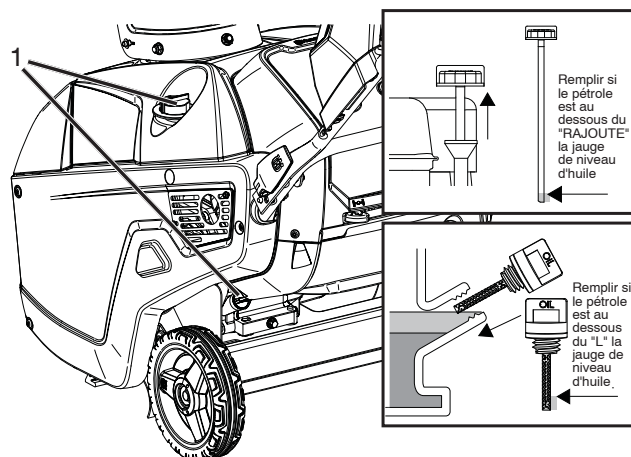

Figure 24
- Avec la souffeuse à neige en position de fonctionnement, verser avec soin l'huile dans le trou de remplissage jusqu'au repère « FULL » (PLEIN) sur le bouchon de remplissage/la jauge (Figure 24).